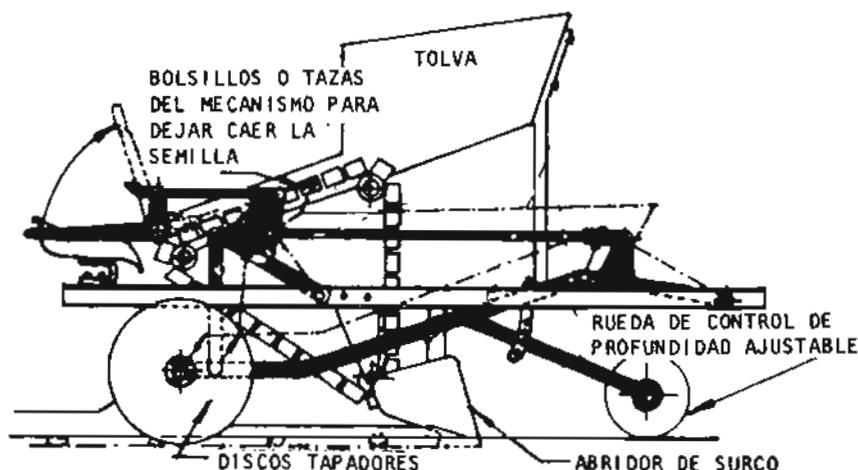

Fig. 1
Es indispensable evitar que los mecanismos de la máquina ocasionen a la semilla daños físicos, como golpes, cortes o machucamientos, que dan lugar a un mal brote o a la transmisión de enfermedades (fig. 1).
*Sistema con elevador de cadena y depósitos o bolsillos para la semilla (Ver fig. 1).*